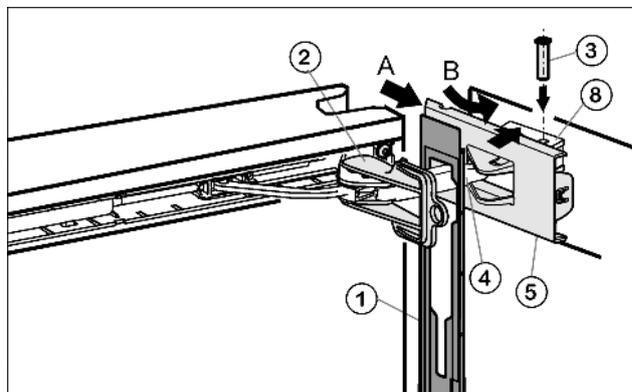

Fig. 16
- ▶ Attaccare il pannello Fig. 16 (1) sulla staffa dell'ammortizzatore Fig. 16 (4), in modo che i ganci di fermo puntino all'interno e il lato anteriore verso l'apparecchio.
- ▶ Spingere la copertura Fig. 16 (5) dall'esterno (A) e girarla sull'elemento di supporto Fig. 16 (8) (B).
- ▶ Applicare sopra la copertura Fig. 16 (5) e fare innestare fino al primo arresto.
- ▶ Tirare la staffa ammortizzatrice Fig. 16 (4) verso l'elemento di supporto e inserire il perno Fig. 16 (3) dall'alto, in modo che il quadrato alloggi nell'incavo.
- ▶ Ora lasciare innestare in posizione la copertura Fig. 16 (5) completamente sull'elemento di supporto Fig. 16 (8).
- ▶ Togliere la protezione Fig. 16 (2) torcendo.
- ▶ Inserire il pannello Fig. 16 (1) nella porta e innestare in posizione.